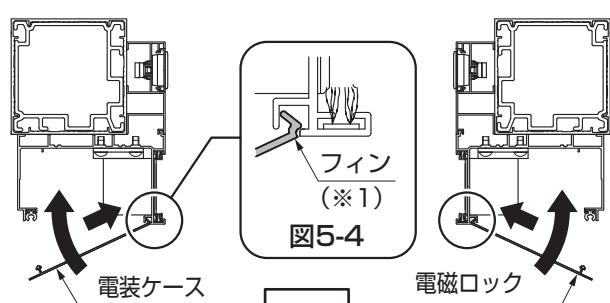

図5-4
- ②ケースカバーのフィン（※1）をケースの溝にはめて取付けてください。（図5-4参照）